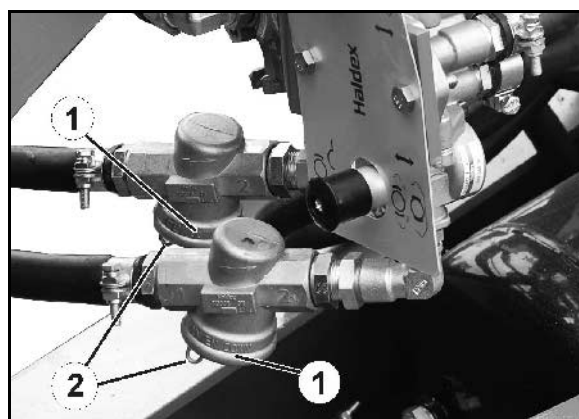

Рис. 58
Очищайте оба фильтра (Рис. 58/1) каждые 3 месяца (при сложных условиях эксплуатации – чаще). Для этого:
1. Сожмите обе лапки (Рис. 58/2) и извлеките замок в сборе с кольцом круглого сечения, нажимной пружиной и патроном фильтра